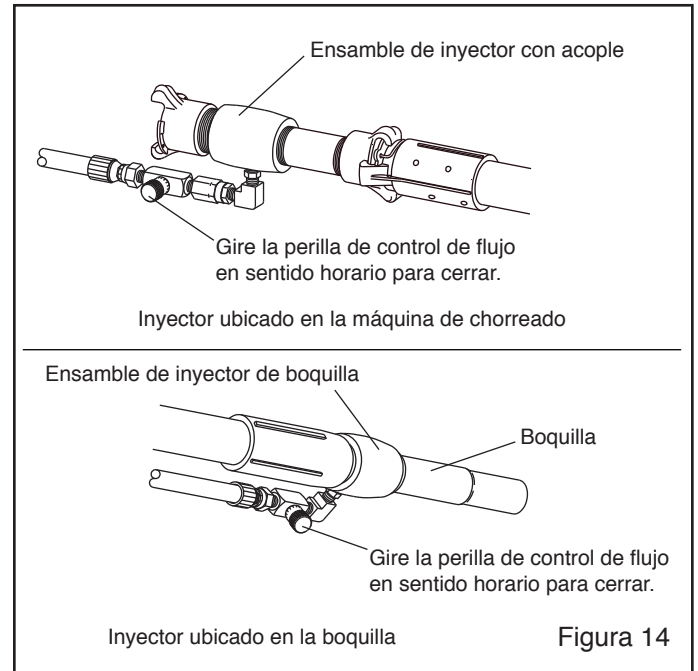

Figura 14
4.1.2.4 Asegúrese que la válvula de control, de flujo de agua esté cerrada (perilla girada completamente en sentido horario) como se indica en la Figura 14.